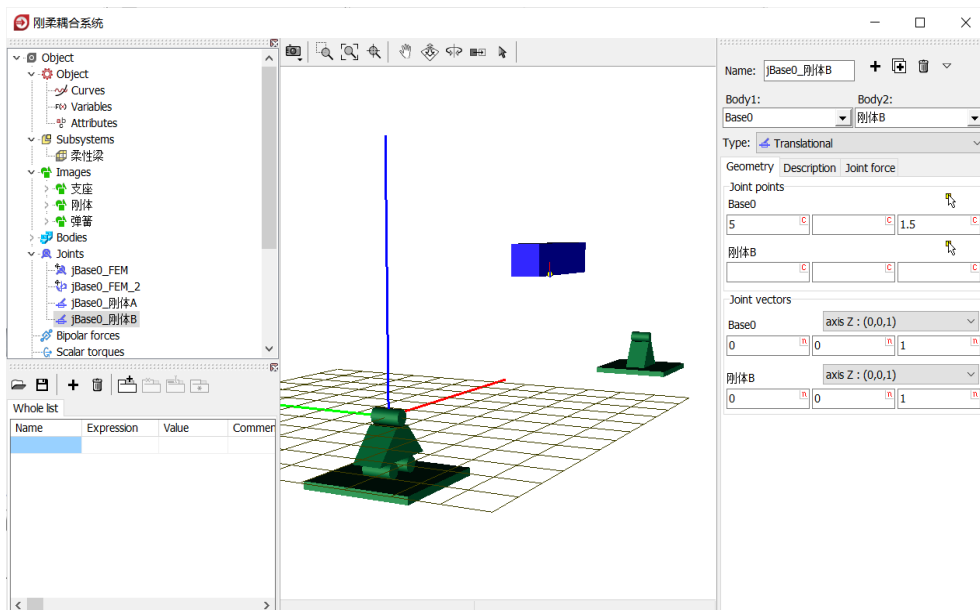

图 2-111
- 10) 复制生成第四个铰， **Body2** 选择**刚体 B**， **Type** 为 **Translational**， **Body1** 的铰点坐标 (**5, 0, 1.5**)， **Body2** 的铰点坐标为**刚体 B** 局部坐标系的**原点**， **刚体 B** 相对总体坐标系也具有沿 **Z** 轴平动的自由度， 如图 2-111。